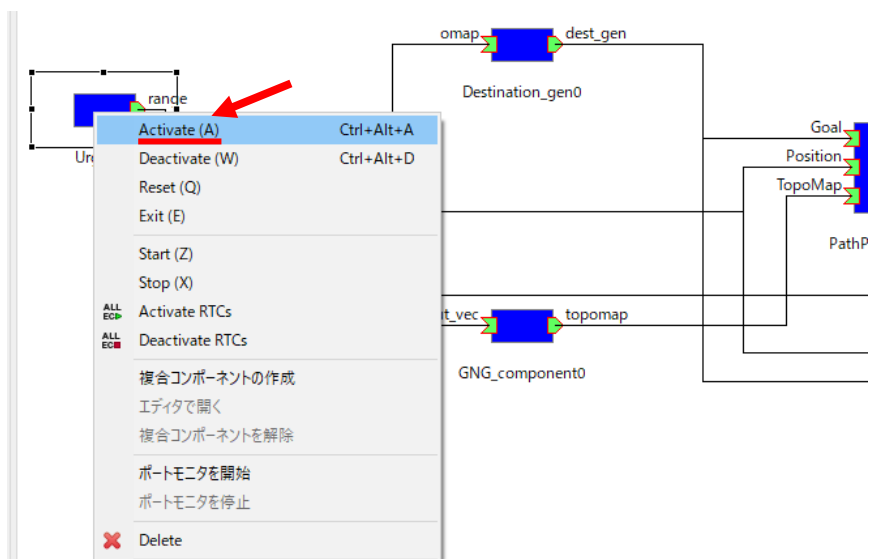

図 38 "UrgRTC0" の [Activate]
- ① 図 38 のように [UrgRTC0] を [右クリック] し, [Activate] をクリックする.